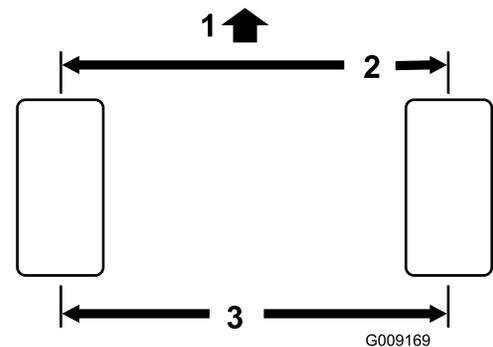

Figure 68
2. Mesurez l'entraxe (à hauteur d'essieu) à l'avant et à l'arrière des roues directrices (Figure 68).